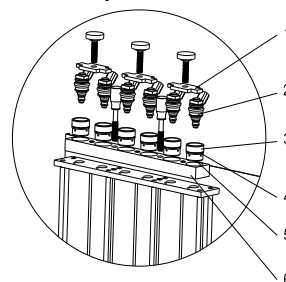

Рис. 06
- 3) Установить крестообразную планку (1) и зафиксировать ее с помощью болтов.
- 4) Установить распределитель топлива и форсунки на подпорку распределителя топлива и зафиксировать их двумя рифлеными винтами (черными). См. Рис. 06.